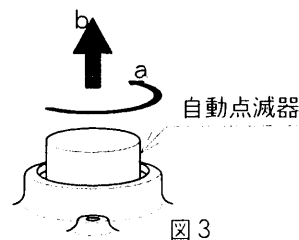

図3
●鋼管（50Aφ60.5mm柱）に取り付ける場合（図3）
- ③ 自動点滅器を外してください。（図3 a、bの手順にて）
- ④ 新しい自動点滅器をソケットに取り付けてください。